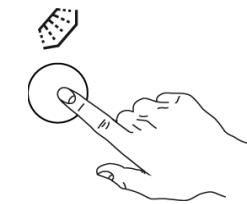

Fig.31
- 2- Premere il TASTO "F" risciacquo finale a freddo prima o subito dopo l'avvio del ciclo di lavaggio. (Fig.31)